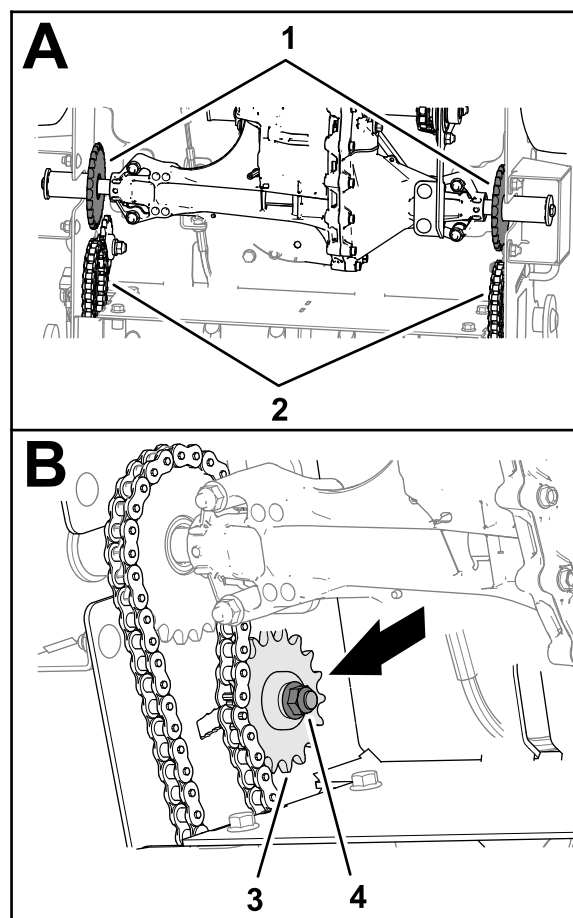

Figure 66
3. Placez les chaînes d'entraînement sur les pignons d'entraînement des louchets avant et les pignons de tension (Figure 66), et fixez les chaînes avec les maillons de jonction.